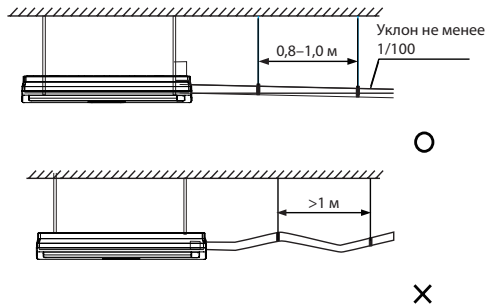

Рис. 7.1
4. Чтобы предотвратить возврат конденсата обратно внутрь кондиционера при выключении системы, дренажная труба должна иметь уклон наружу (к стороне слива) более 1/100. Дренажная труба не должна провисать и накапливать конденсат, в противном случае будут возникать посторонние шумы. См. рисунок 7.1.
чтобы протянуть трубы, в противном случае соединения трубопровода ослабнут. В то же время, чтобы предотвратить изгиб труб дренажа конденсата, предусмотрите опоры через каждые 0,8–1 м. См. рисунок 7.1.